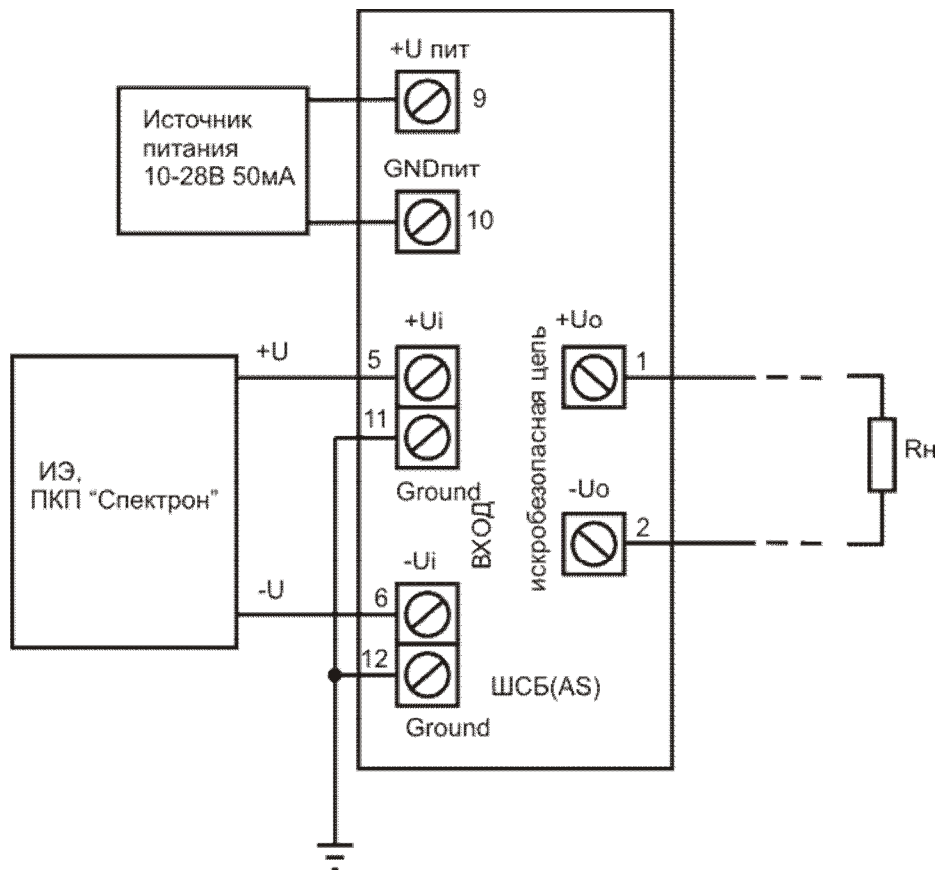

Рис.3 – Клеммные соединения барьера ШСБ-24(AS).
9.3 Активный барьер ШСБ(AS) подключается в соответствии с маркировкой рис.3.